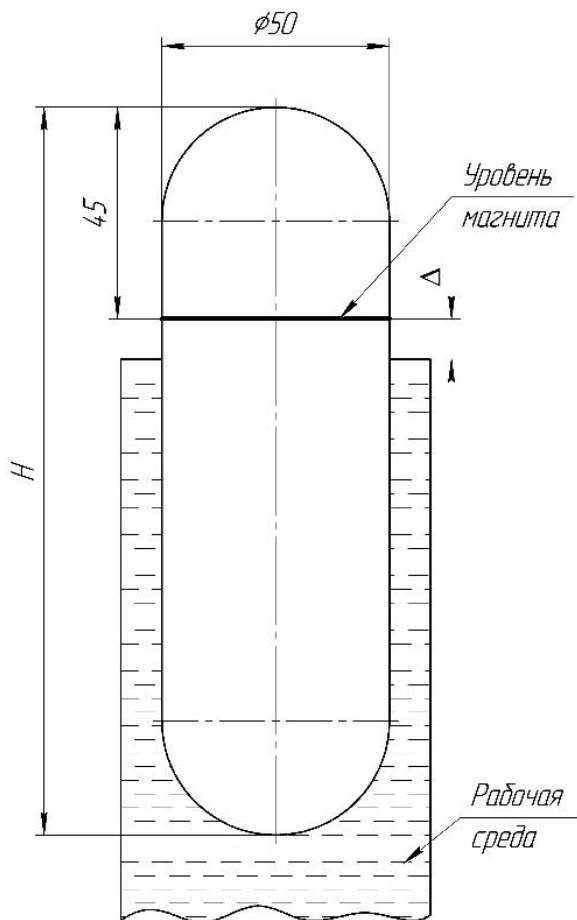

Рисунок 2.2 – Схема поплавка
1) Размеры поплавка – см. рис. 2.2
①	Обозначение поплавка
②	Механическая защита
③	Обозначение технических условий
④	Температура окружающей среды
⑤	Заводской номер
⑥	Нагрузочная способность